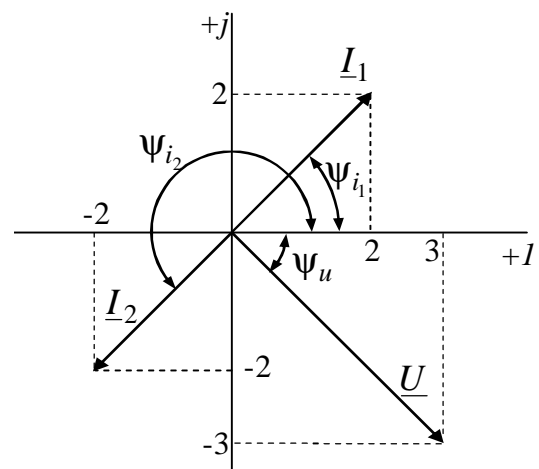

Рис. 2.5
**2.7.** На комплексній площині (рис. 2.5) наведена векторна діаграма струмів і напруги. Подати струми  $\underline{I}_1$  і  $\underline{I}_2$  і напругу  $\underline{U}$  в алгебраїчній формі запису і знайти їх аргументи.